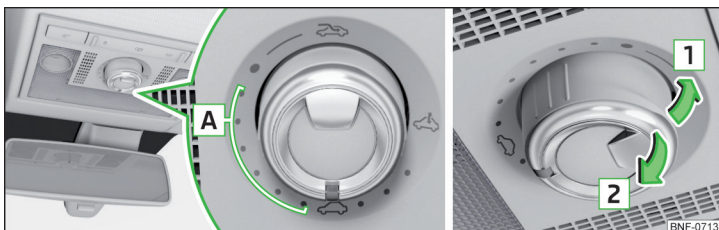

Fig. 38 Operarea trapei glisante/rabatabile
Operarea trapei glisante/rabatabile » fig. 38
Dacă trapa glisantă/rabatabilă se închide prin tragerea de locașul comutatorului în sensul săgeții 2 » fig. 38 la pagina 43 și procesul de închidere este împiedicat de un obstacol, la a treia încercare se închidere se va dezactiva limitarea forței (dacă intervalul dintre încercările de închidere va fi sub 5 s). Trapa glisantă/rabatabilă se închide cu toată forța - Pericol de accidentare.
- Cupleți contactul și aduceți comutatorul în poziția ↻ » fig. 38 la pagina 43.